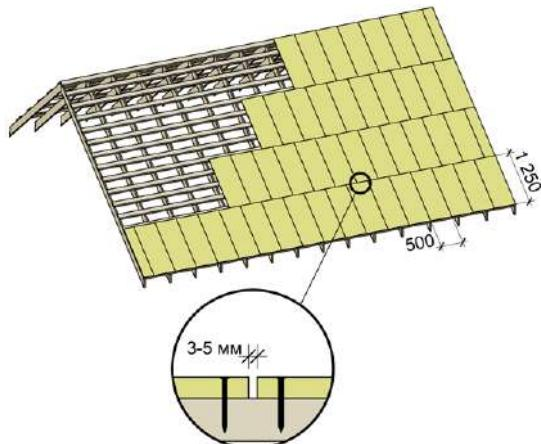

Рис. 5. Укладка сплошного основания из плит ОСП-3 или фанеры ФСФ по обрешётке.
3.1.3 Плиты необходимо разрезать и крепить в разбейку как показано на рис.5.